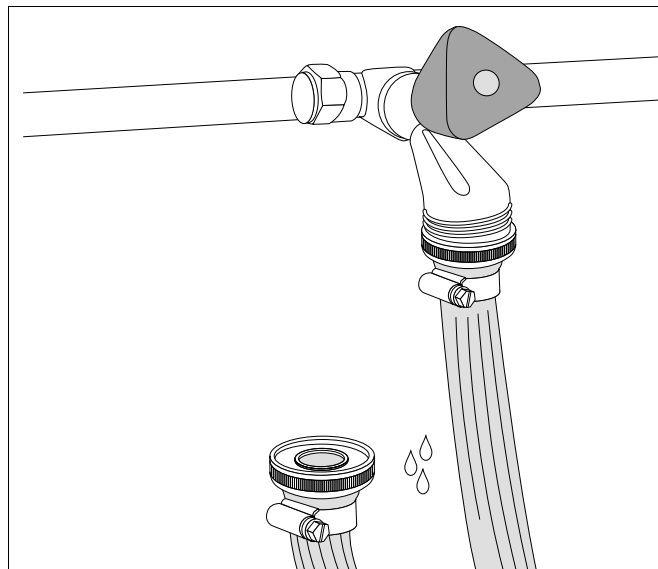

Рис. 64 Наполнение шланга
- Присоединить шланг к подводу воды и заполнить его водой (рис. 64). Следить за тем, чтобы в шланге не было воздуха.
- Присоединить шланг к крану для наполнения и слива (рис. 64).